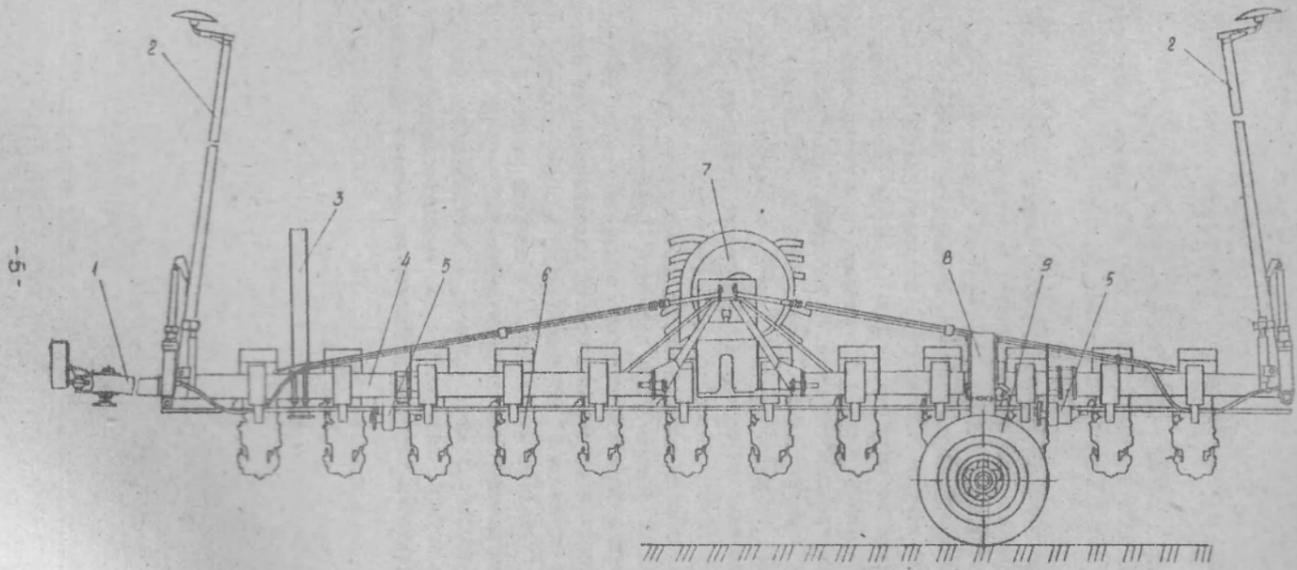

РИС. 1. СЕДКА ТОЧНОГО ВЫСЕВА СТБ-12 "КОЛЕСЬЕ"
2.1 Сеялка пневматическая навесная двенадцатирядная точного высева (рис. 1,2) предназначена для посева калиброванных и дражированных семян свеклы.
3.1 Сеялка состоит из рамы 4 (рис.1) с замком для автосцепки, приводных колес 3 (рис.2) с механизмами передач, посевных секций 6 (см.рис.1), вентилятора 7, маркеров 2, дышла 1, стойки 3 и опор 8 транспортного устройства.